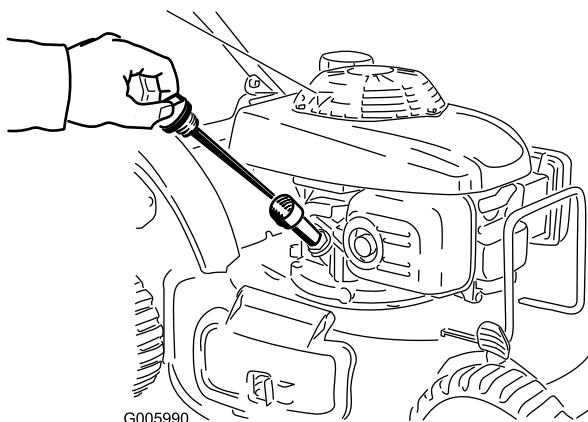

Figura 12
1. Togliete l'asta di livello (Figura 12).
2. Versate **lentamente** dell'olio nel tubo di riempimento, controllatene di tanto in tanto il livello con l'apposita asta fino a quando l'asta non indica che il motore è pieno, come illustrato nella Figura 12. **Non riempite troppo.** (Riempimento massimo: 0,55 litri, tipo: olio detergente SAE 30 con service classification API, SH, SJ, SL o superiore.)